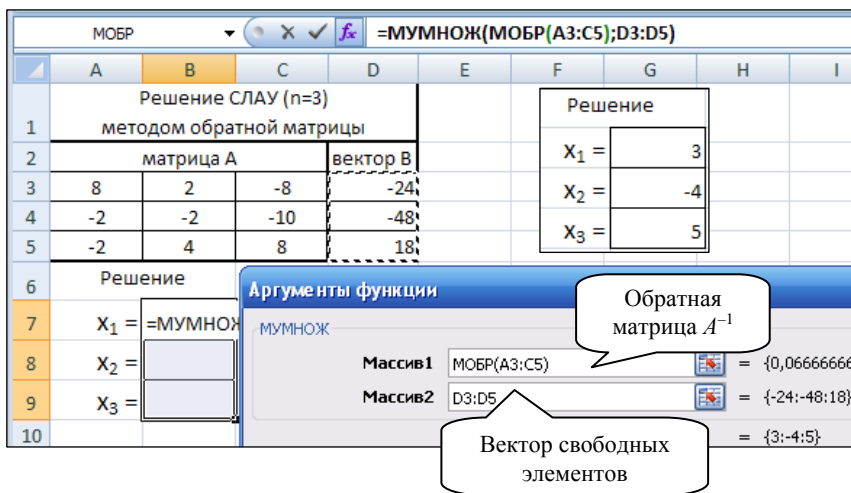

Рис. 7.9. Вычисление вектора неизвестных
5. В поле *Массив2* указать диапазон столбца *В* и завершить вычисление нажатием клавиш *Ctrl + Shift + Enter* (рис. 7.9).